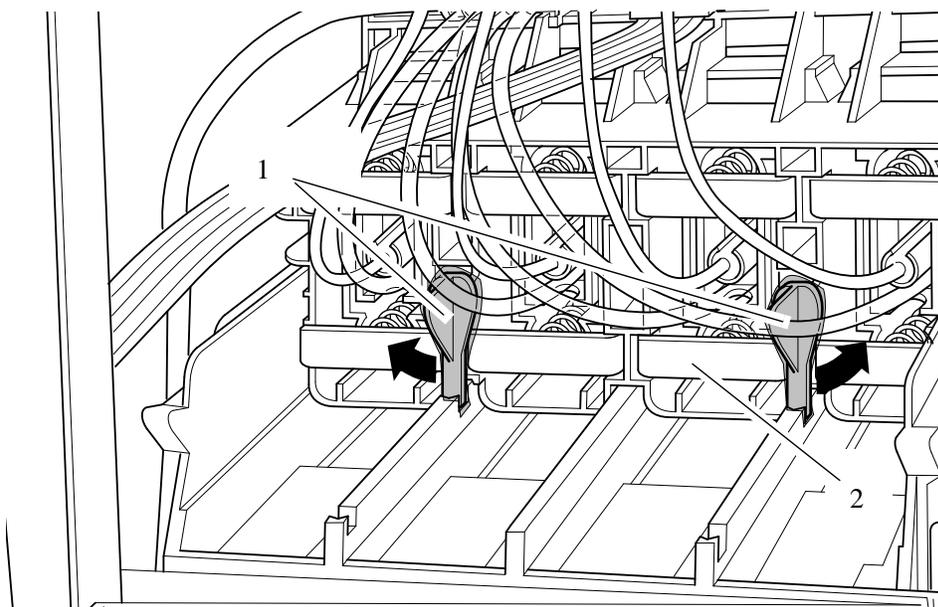

Figura 10: Travas
3. Gire as duas travas na parte traseira do conector dos tubos dos cartuchos de tinta para fora (consulte a Figura 10). Isto irá soltar o conjunto completo.